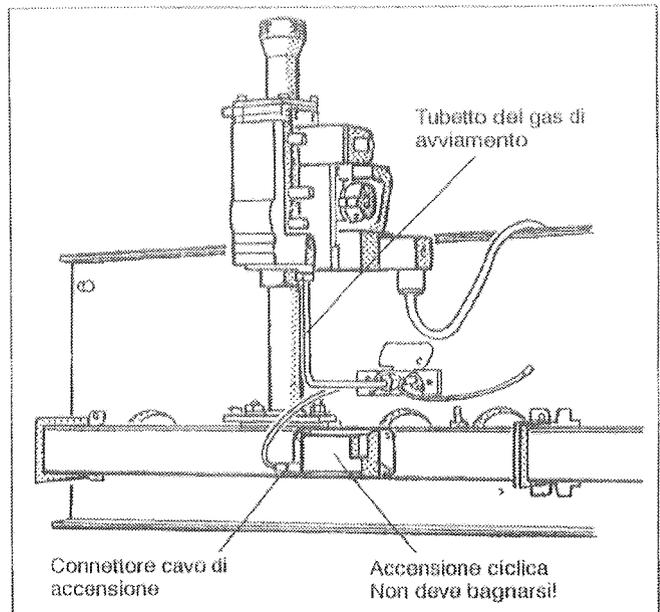

Fig. 43: Bruciatore di gas
- Staccare i connettori dei cavi di accensione delle accensioni cicliche (Fig. 43).
- Staccare i tubetti del gas di avviamento dal bruciatore di avviamento (Fig. 43).
- Allentare due viti ad ognuno dei bruciatori di avviamento ed estrarre con cautela il bruciatore di avviamento (Fig. 43).
- Immergere le barre del bruciatore nell'acqua con prodotto di pulizia e spazzolarle. Fare attenzione che la protezione termica dello schermo del bruciatore e l'accensione ciclica non si bagnino! Eventualmente svitare l'accensione ciclica (Fig. 43).